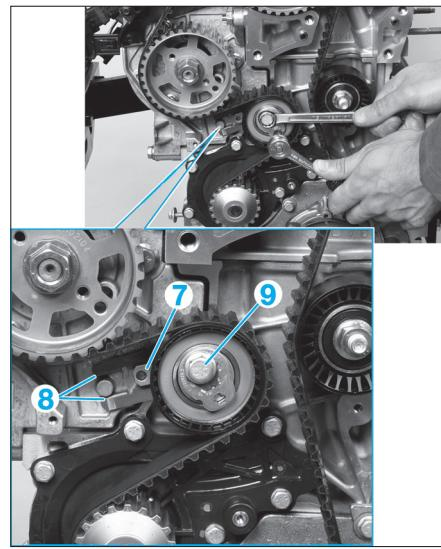

Fig. 14
- A l'aide d'une clé 6 pans, amener l'index (7) (Fig.14) du galet tendeur au milieu de la zone de contrôle (8) en tournant le tendeur dans le sens antihoraire.
- Serrer la vis (9) au couple prescrit.
- Contrôler le positionnement de l'index (7) qui doit se trouver dans la zone de contrôle (8). Dans le cas contraire reprendre l'opération de repose.